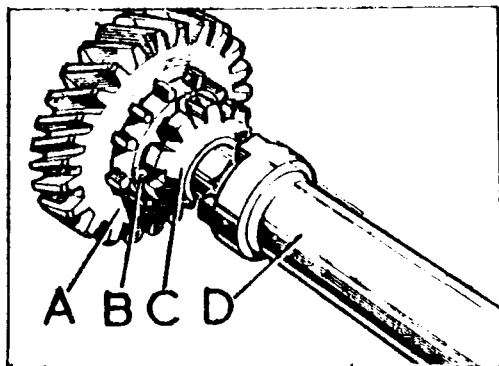

Fig. C-93 Desmontaje de la tuerca de fijación del piñón de toma constante para la toma reductora
- 1.3. Enderezar la patilla de la arandela de fijación, B (Fig. C-93) y utilizando la llave especial 191693, extraer la tuerca C.